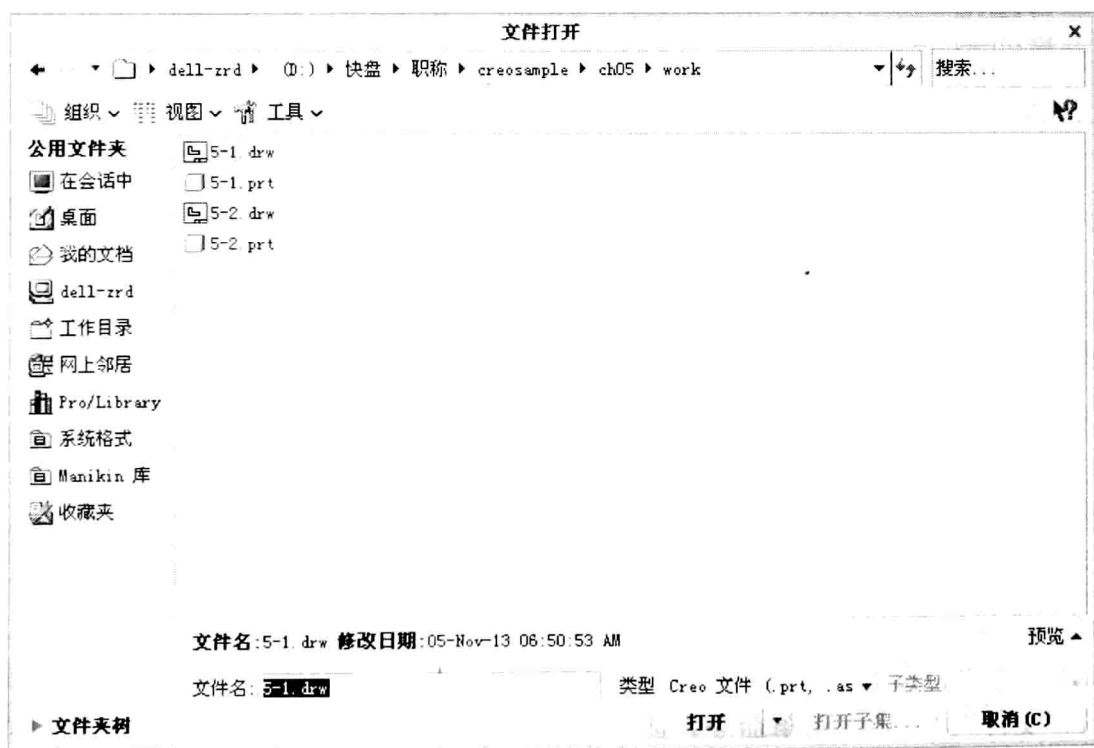

图 1-12 “文件打开”对话框
Step1 执行“文件”|“打开”命令, 或者单击快速访问工具栏中的按钮  (打开), 系统弹出“文件打开”对话框, 如图 1-12 所示。